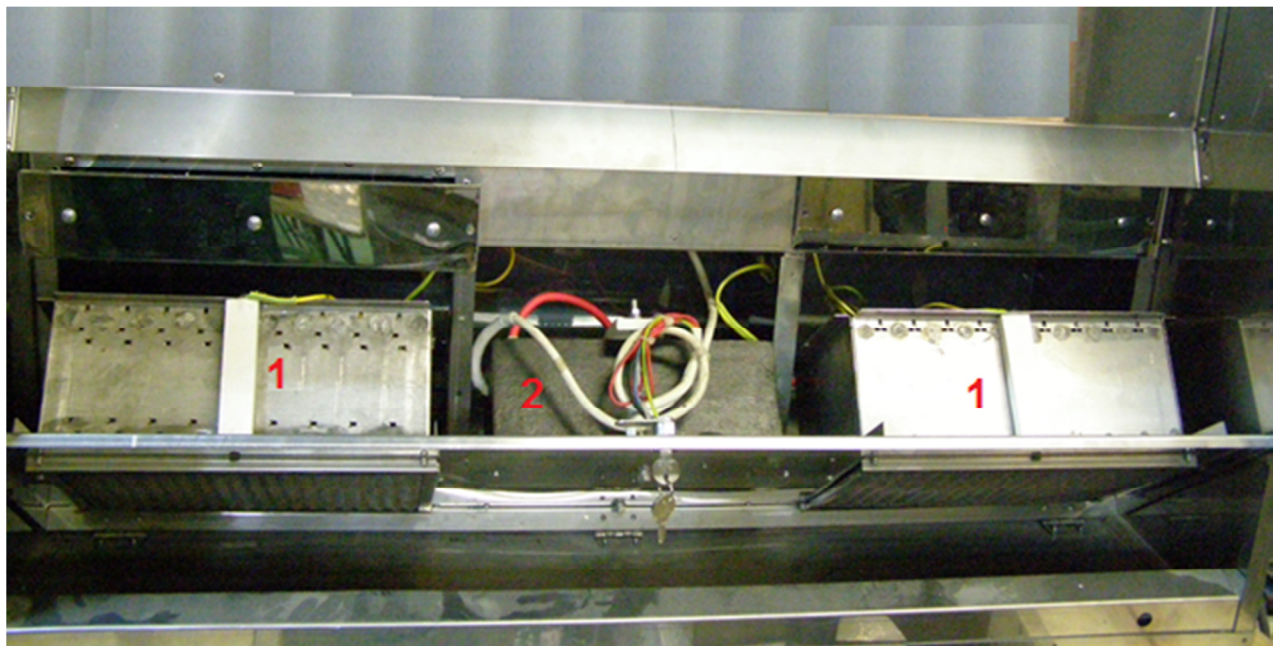
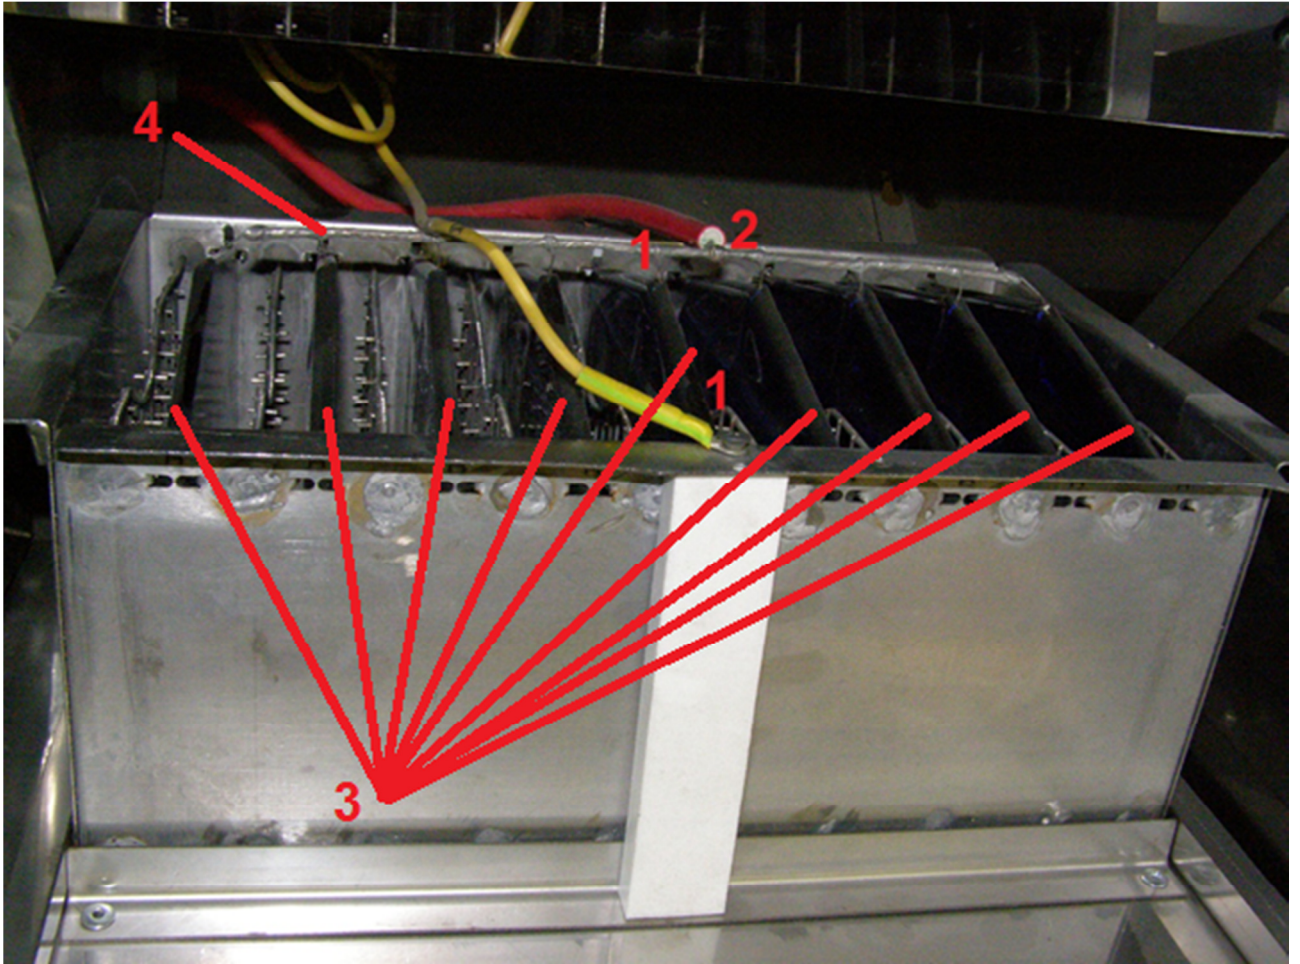

Рис. 6. Открытый газоразрядный блок.
Рис. 7. Установленная газоразрядная ячейка.
<p>b. Повреждены или загрязнились ГРЯ (Рис. 6, поз. 1)</p> <p>c. Неисправен Энергопреобразователь (Рис. 6, поз. 2);</p> <p>d. Некачественно проложено заземление</p>	<ul style="list-style-type: none"> <li>• Выполнить очистку Газоразрядных ячеек, либо заменить поврежденные ячейки</li> <li>• Порядок действий для извлечения ячеек см. Раздел V, п. 1 и 2 данной Инструкции.</li> <li>• Заменить неисправный Энергопреобразователь</li> <li>• Порядок действий для замены Энергопреобразователя см. Раздел V, п. 4 данной Инструкции</li> <li>• Подключить заземление в соответствии с условиями Инструкции по подбору, проектированию и монтажу.</li> </ul>
- c. Отпаять высоковольтные провода (Рис. 7, поз. 2) от соединительных шин (Рис. 7, поз. 4) Газоразрядных ячеек (Рис. 6, поз. 1);
- d. Открутить винты (Рис. 7, поз. 1) для извлечения Газоразрядной ячейки (Рис. 6, поз.1);
- b. Отпаять шину (Рис. 7, поз. 4) от Кварцевых электродов (Рис. 7, поз. 3);
- c. Извлечь поврежденный электрод (Рис. 7, поз. 3);
**4. Замена высоковольтного Энергопреобразователя ЭРА (Рис. 6, поз. 2)**
- d. Отпаять высоковольтные провода (Рис. 7, поз. 2) от соединительных шин (Рис. 7, поз. 4) Газоразрядных ячеек (Рис. 6, поз. 1);